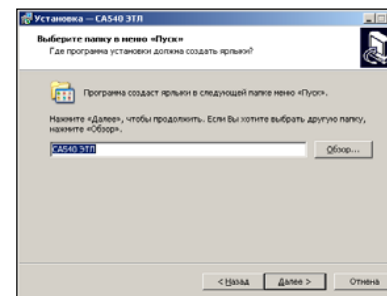

Рисунок 8.3
3) Определить место размещения ярлыков программы в меню "Пуск", для чего в окне (рисунок 8.3) следует либо согласиться с предлагаемой по умолчанию папкой, либо выбрать другой вариант, щелкнув по кнопке `Обзор`. Для продолжения выполнения установки программы щелкнуть по кнопке `Далее`.